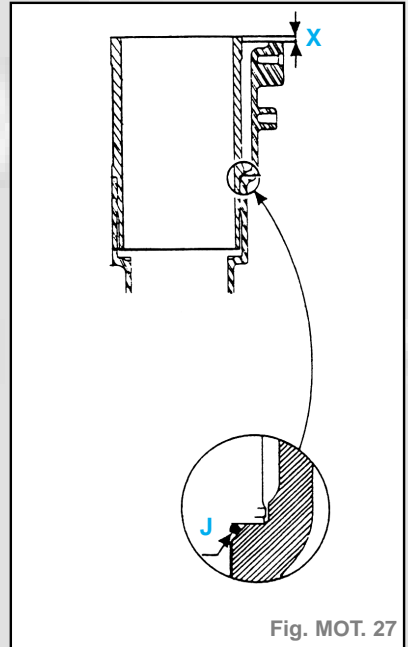

Fig. MOT. 27
- Déposer la bride d'arbre à cames suivant les flèches (fig MOT. 27).